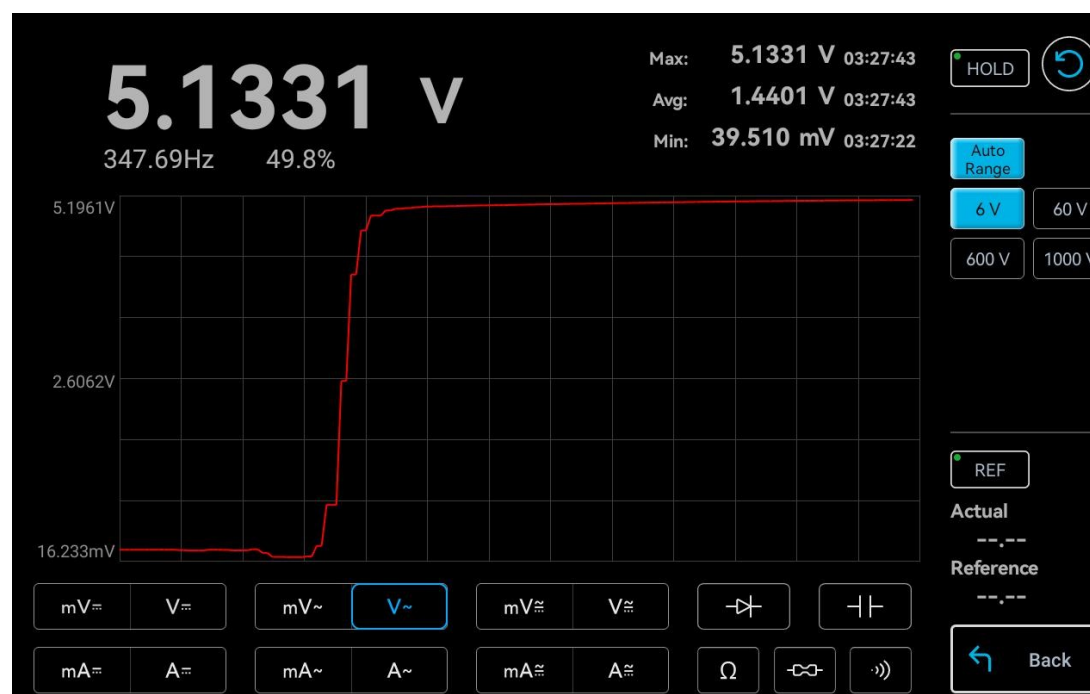

Abbildung 8-4 Wechselspannungsmessung (V)
Testschritte: Wählen Sie im Bereich zur Auswahl der Messgrößen „**V~**“ die Option zur Aktivierung der Wechselspannungsmessung (V) aus, wie in Abbildung 8-4 dargestellt.